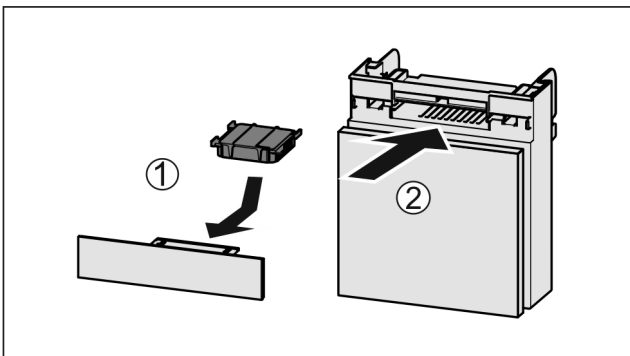

Fig. 51
- ▶ Introduzca el compartimiento Fig. 51 (2).